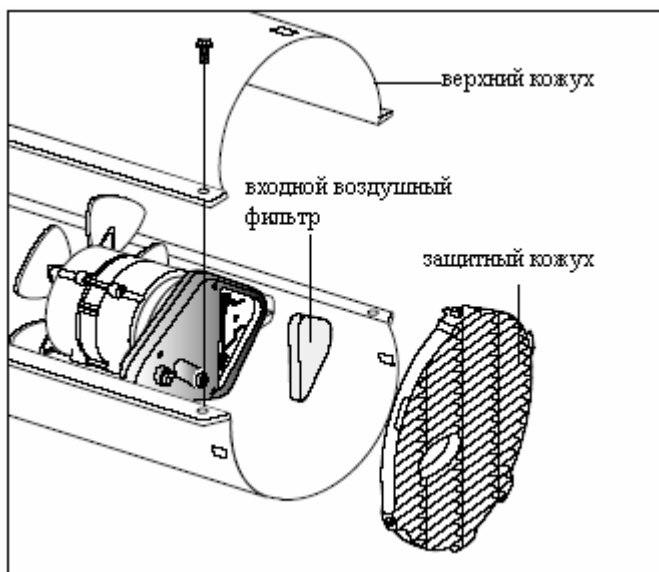

Рис. 6 Снятие верхней части кожуха
1. Снимите верхнюю часть кожуха (см. рис. 6)